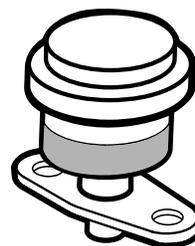

図 34
エアクリーナの一次フィルタの整備は、整備インジケータ 図 34 が赤色になるまでは行わないでください。早めに整備を行っても意味がありません。むしろフィルタを外したときにエンジン内部に異物を入れてしまう危険が大きくなります。
1. エアクリーナのインジケータを点検する。赤色に変わっている場合は、フィルタを交換する 図 34。